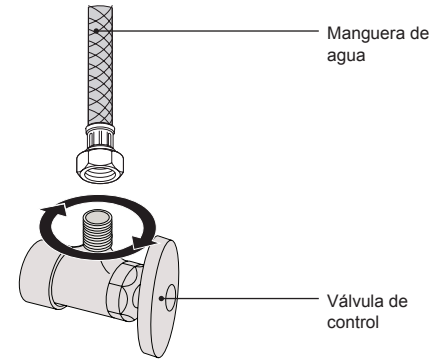

Figura 17
- 1 Conecte la línea de suministro de agua a la válvula de control de agua normalmente ubicado detrás ya la izquierda cuando se enfrenta a la taza del baño (Figura 17).